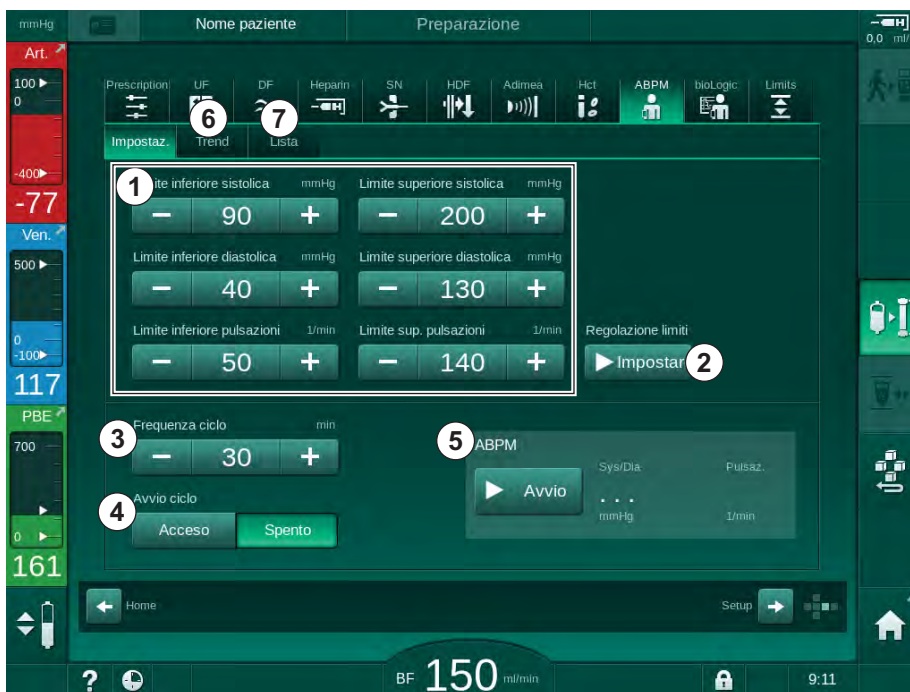

Fig. 11-6 Impostazioni ABPM nella videata *Dati terapia*
2. Per adattare i limiti di allarme ai valori prossimi alla pressione arteriosa misurata toccare *Adattamento dei limiti, Imposta* (Fig. 11-6, ②).
1. Per attivare/disattivare le misurazioni cicliche con la frequenza di misurazione impostata, selezionare *Attivazione Avvio Ciclo*, ON (Fig. 11-6, ④).
2. Per impostare la frequenza di misurazione, selezionare *Frequenza ciclo* ③. Possibile intervallo: da 1 a 60 minuti.
- o Toccare *Avvio* nella casella *Impostazioni ABPM* della videata *Dati terapia* (Fig. 11-6 Impostazioni ABPM nella videata Dati terapia (273), ⑤).